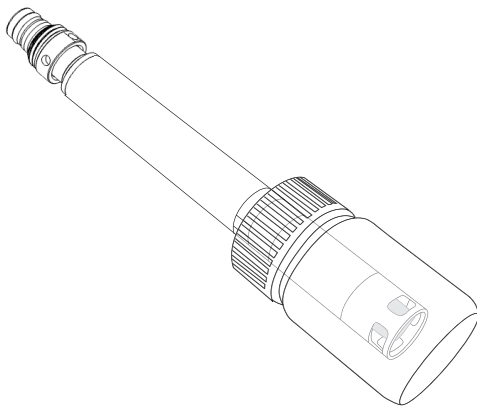

Abbildung 76 ISE - Langfristige Aufbewahrung
3. Legen Sie den Flaschen-O-Ring ein und befestigen Sie ihn (Abbildung 76).